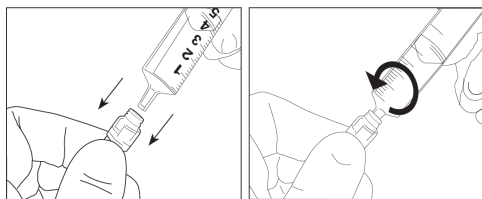

Figura 2: slip luer maschio (MSL)
2. Collegare attentamente la siringa o il circuito di estensione al punto di medicazione con una tecnica asettica, inserendo la siringa o altro raccordo luer direttamente nel punto di medicazione e ruotandolo/la in senso orario. Vedere Figura 2. Evitare che si formi un angolo fra l'asse del punto di medicazione e quello della siringa o del raccordo luer; non tentare di aprire la fessura del punto di medicazione.